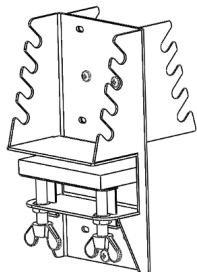

Рис.5
- к горизонтальной поверхности при помощи СТРУБЦИНЫ 1.1 с держателем инструмента, рис.5;